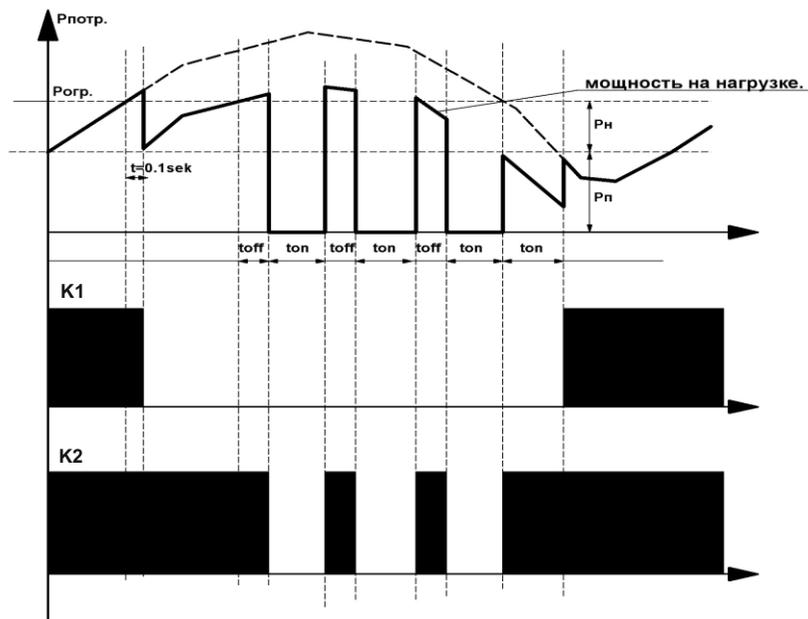

Рис.1 Диаграмма работы OM-630 с приоритетной нагрузкой
5.2 Режим работы с приоритетной нагрузкой. Нагрузка разбивается на две части, приоритетную  $R_p$ , отключать которую нежелательно и неприоритетную  $R_n$ . При перегрузке отключается  $R_n$  без временной задержки. Если перегрузки нет,  $R_n$  отключена,  $R_p$  подключена. Если перегрузка продолжается,  $R_p$  отключается в соответствии с установленным временем  $T_{off}$ . При снижении потребляемой мощности  $R_p$  подключается через время  $T_{on}$ , затем через это же время подключается и нагрузка  $R_n$ . Диаграмма работы на Рис.1, схема включения на Рис.2. Преимущества режима: нет полного отключения от сети питания, сум-